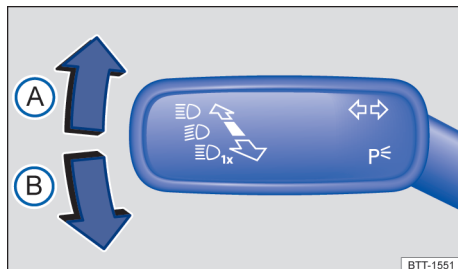

Fig. 80 À esquerda da coluna de direção: alavanca dos indicadores de direção e do farol alto.
- Trazer a alavanca dos indicadores de direção e do farol alto da posição central para a seguinte posição → Fig. 80: